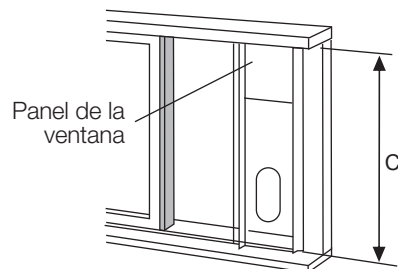

Fig. 13
2. Sujetar el kit deslizador de la ventana a su repisa. Ajustar la longitud de dicho kit de acuerdo al ancho de la ventana, acortar el kit de la ventana ajustable si el ancho de la ventana es menor a 26.5 (Tipo I) o 22.1 (Tipo II) pulgadas. Abrir la hoja de la ventana y colocar el kit deslizador de la ventana en la repisa de la ventana. Fig. 13.